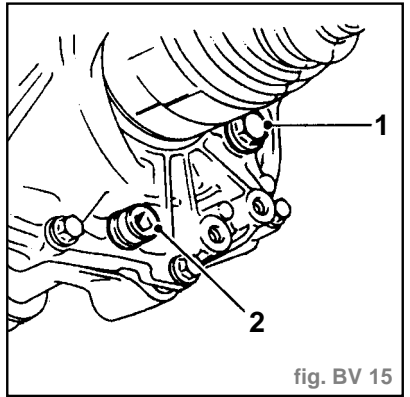

fig. BV 15
- Enlever le bouchon de remplissage/niveau (1) (fig. BV. 15).
- Enlever le bouchon de vidange (2) de la boîte de vitesses et jeter la rondelle d'étanchéité.